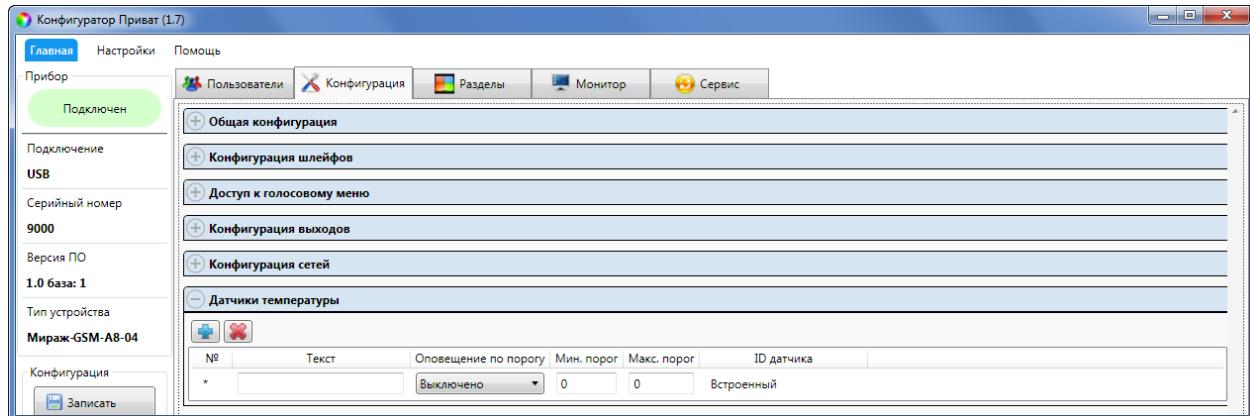

Рисунок 7.4 – Блок *Датчики температуры* в конфигурации контроллера Мираж-GSM-A8-04
- 1) Нажмите кнопку в блоке Датчики температуры (см. рисунок 7.4).